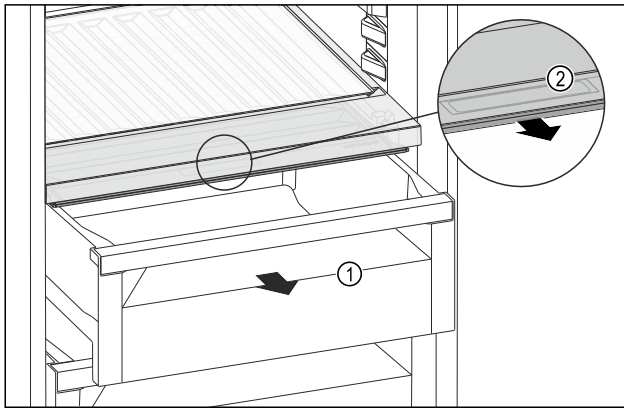

Fig. 163
- Schubfach Fig. 163 (1) herausziehen.
- Griffmulde Fig. 163 (2) am Fachdeckel anfassen und Fachdeckel gleichzeitig nach vorne ziehen.